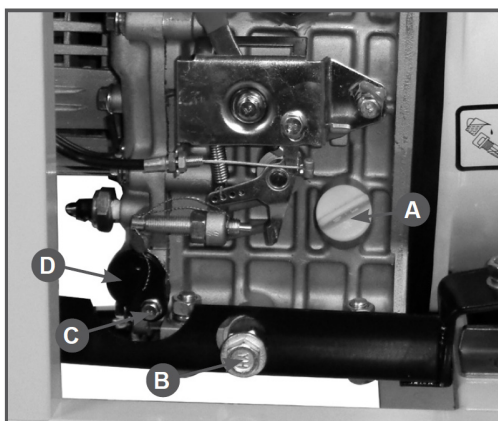

Рис. 8 Замена моторного масла
3. Извлеките крышку-щуп (Рис. 8 п. А) из маслозаливной горловины и вытрите щуп чистой ветошью.
4. Открутите пробку (Рис. 8 п. В) для слива масла и слейте отработанное масло в подготовленную для этого емкость.
6. Открутите болт фиксации масляного фильтра (Рис. 8 п. С). Во избежание пролива масла подложите кусок ветоши под масляный фильтр, после чего извлеките масляный фильтр (Рис. 8 п. D).